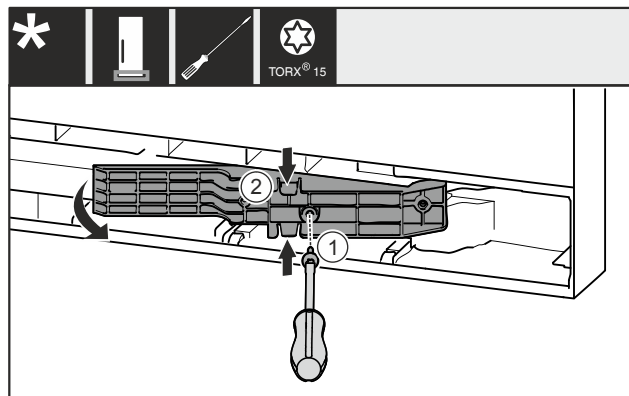

Fig. 13 *
- Schraube Fig. 13 (1) entfernen.*
- Adapterstück Fig. 13 (2) oben und unten leicht zusammendrücken und herausziehen.*